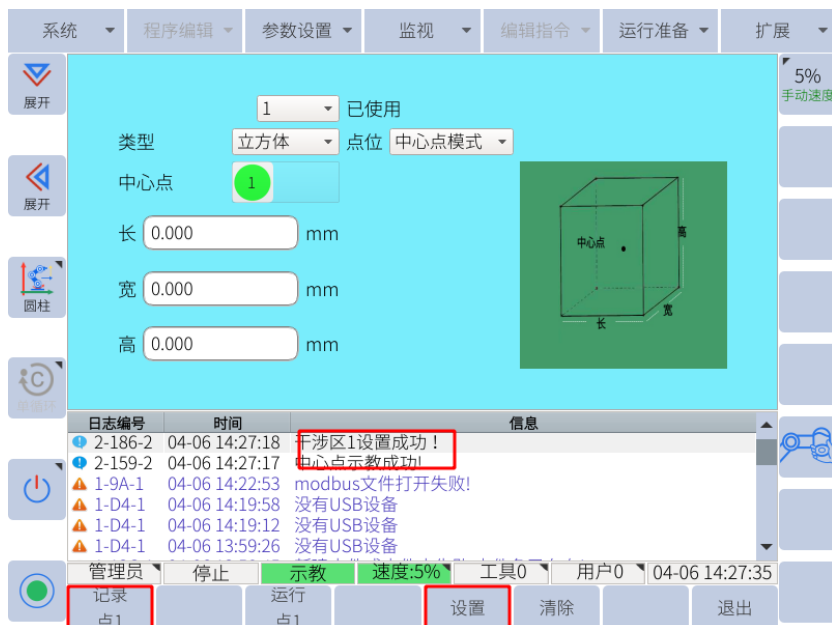

图 6-93: 中心点模式
5. 点击子菜单栏的“设置”，干涉区即设置成功，如图 6-93 所示。